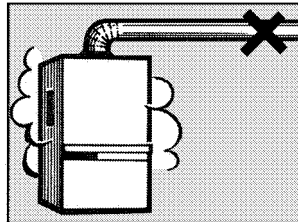

Fig. 10
- La placer à proximité du conduit d'évacuation des produits de combustion (fig. 10).